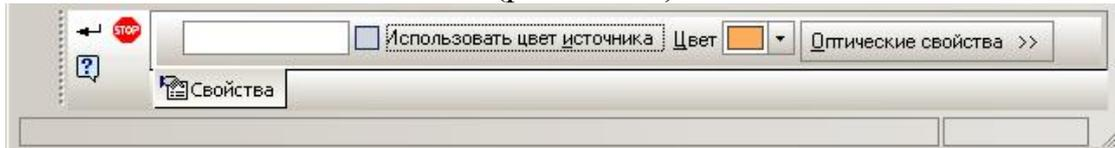

Рис. 10.17. Панель свойств выбранной грани.
2.10.3. На Панели свойств (рис. 10.17):